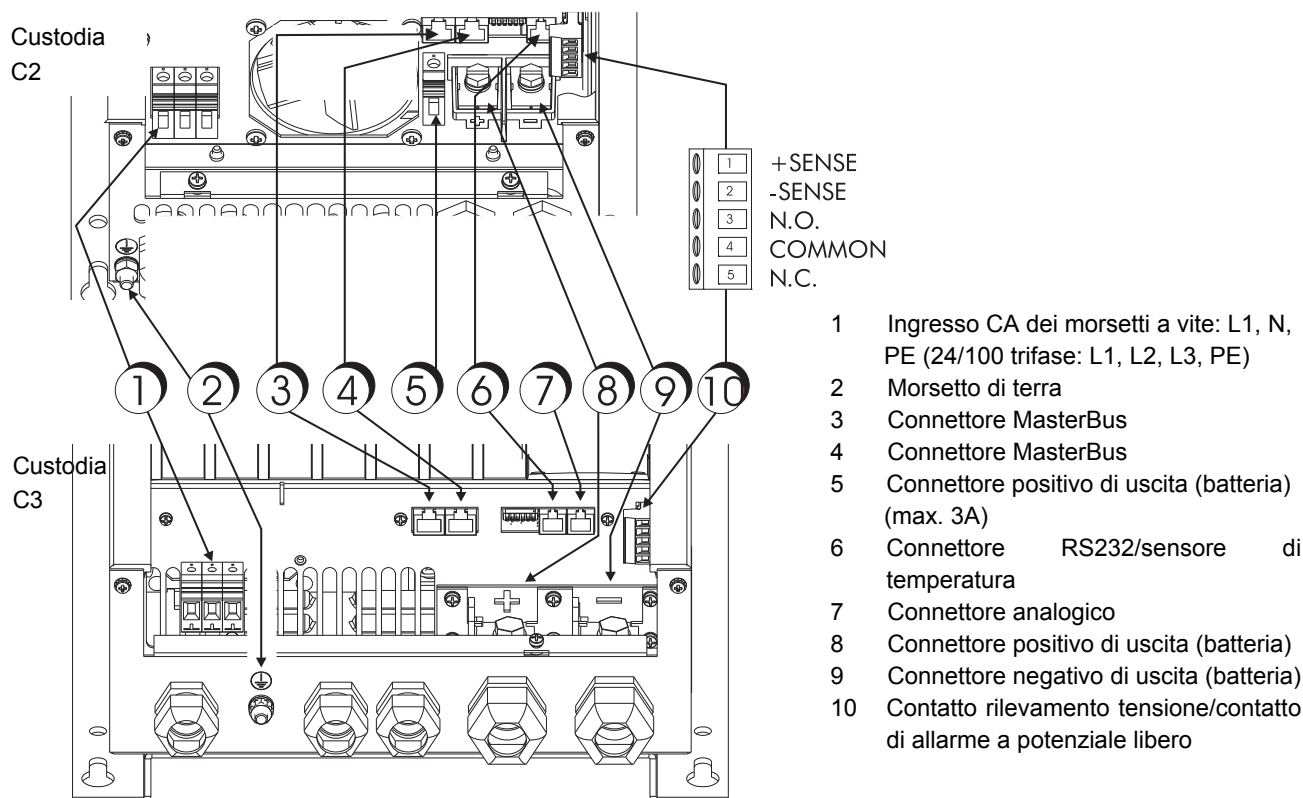

Figura 7: Connessioni Mass Charger
- Cacciavite a lama piatta da 2 mm per il morsetto di rilevamento (figura 7, punto 10).